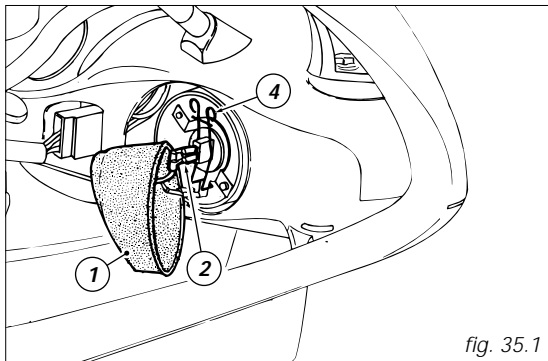

fig. 35.1
**lampada anabbagliante** (fig. 35.1): scollegare dal corpo proiettore la cuffia in gomma (1). Sfilare la spinetta (2) dalla lampada premendo il bottone di sgancio rapido inferiore.
Sganciare la molletta (4) di tenuta della lampada e rimuoverla dal supporto (fig. 35.1 e 35.2).